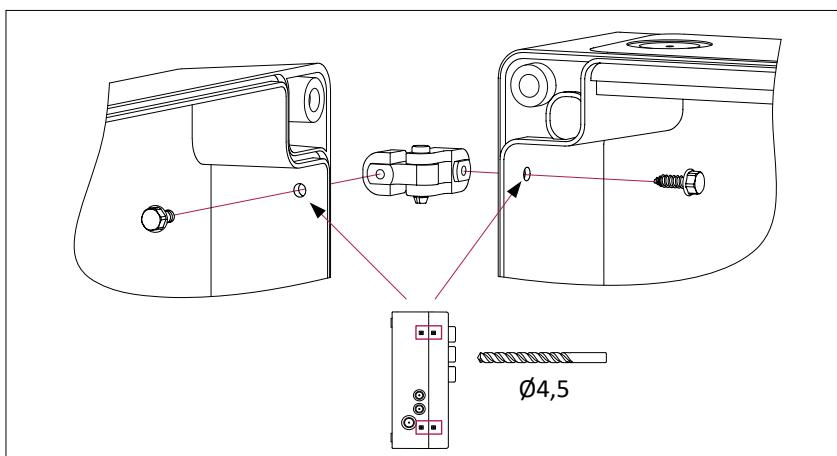

Abbildung 6
- Wählen Sie aus, in welche Richtung sich die Gehäuseabdeckung öffnen lässt, und installieren Sie sie mit den Schrauben und dem Scharnierschlüssel (**Abbildung 6**). Bohren Sie zunächst sorgfältig Löcher Ø4,5 mm an den dafür vorgesehenen Stellen des Deckels und des Gehäusebodens. Die Abbildung zeigt die Montage der Scharniere links (Deckelloffnung nach links).